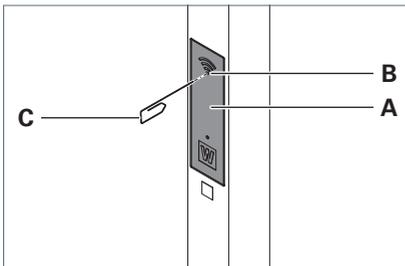

Fig. 1: Serviceklappe.
- ▶ Um die Serviceklappe **A** am Standrohr zu entriegeln, drücken Sie mit einer aufgebogenen Büroklammer **C** in die Öffnung **B**, siehe Fig. 1.
Fig. 1: Beispiel: Bereiche Hexadezimal [Dezimal]. Eine Leuchte kann genau einem Bereich zugeordnet werden. Ein Bereich ist eine feste Abgrenzung und kann zum Beispiel eine Etage oder ein großes Büro sein. Verknüpfungen zwischen den Bereichen sind nicht möglich.
Der Bereich kann entweder über die LIGHT ADMIN App oder über die beiden Drehcodierschalter **B**, **A** eingestellt werden, siehe Fig. 1.